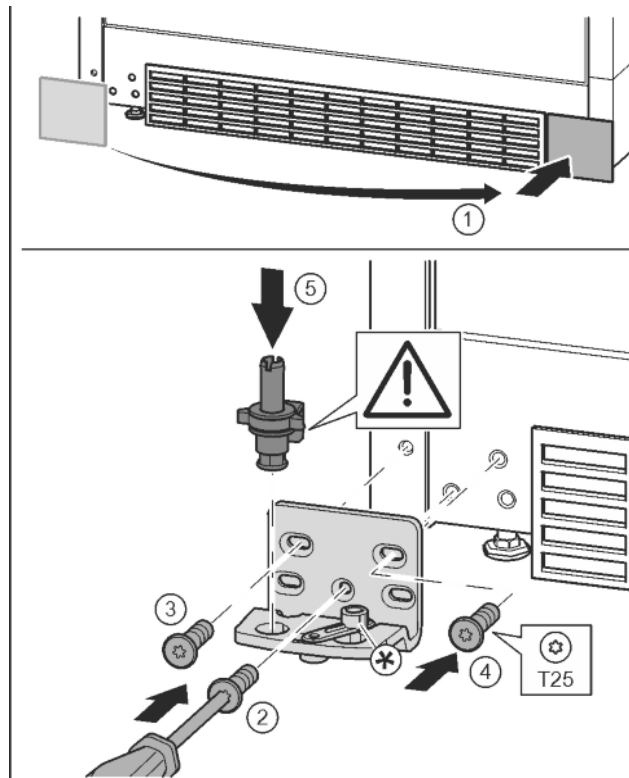

Fig. 17
- ▶ Afdekking eraf halen en op de andere kant aanbrengen. *Fig. 17 (1)*
- ▶ Lagerbus op de andere kant aanbrengen en met behulp van een schroevendraaier T25 vastschroeven. Met schroef 2 onder in het midden beginnen. *Fig. 17 (2)*
- ▶ Schroef 3 en 4 vastschroeven. *Fig. 17 (3, 4)*
- ▶ Lagerbus volledig aanbrengen. Let op dat de vergrendelnok naar achter wijst. *Fig. 17 (5)*